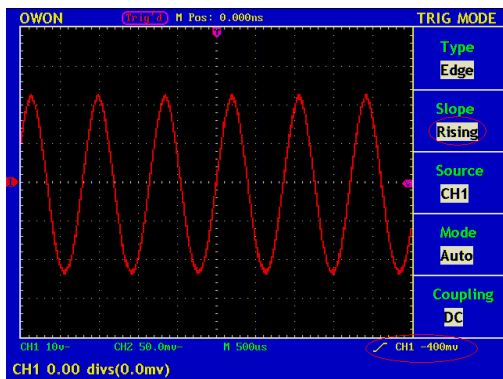

Рисунок 5.22.2 Осциллограмма, полученная при запуске по нарастающему фронту
6. Нажмите на кнопку **F5** и выберите тип связи "AC". Вид дисплея при этом показан на рис. 5.22.2.